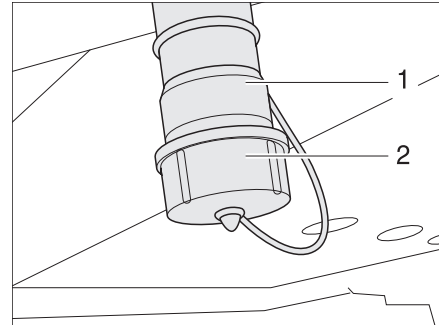

Fig. 243 Conexión de salida de aguas residuales
En las conexiones de salida de aguas residuales (Fig. 243,3) se puede conectar un tubo flexible.
- Desbloquear la caperuza (Fig. 243,4) de las conexiones de salida de aguas residuales (Fig. 243,3) girándola un cuarto de vuelta en sentido de las agujas del reloj y extraerla.